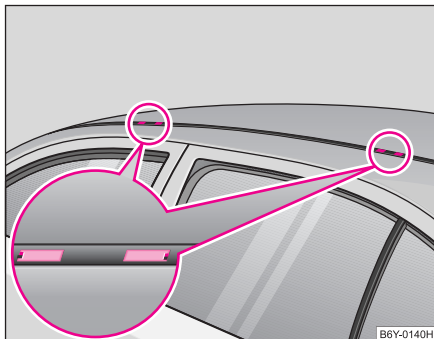

Abb. 66 Befestigungspunkte für Grundträger
- Kunststoffkappen ⇒ Abb. 66 vorsichtig mit einem dünnen Schraubendreher entfernen und dabei den Lack nicht beschädigen.